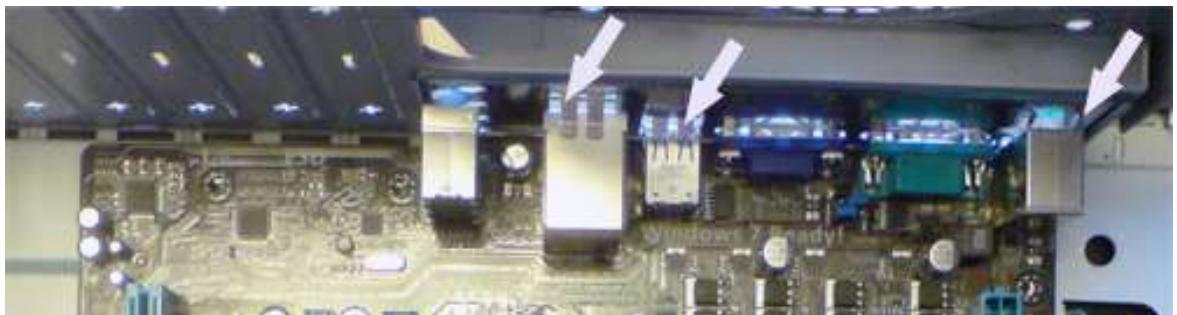

Рисунок 5 – Расположение контактных выступов I\O Plate
- ✓ Установите материнскую плату в корпус. Контактные выступы планки должны располагаться сверху защитных кожухов компонентов платы, смотри рисунок 5.